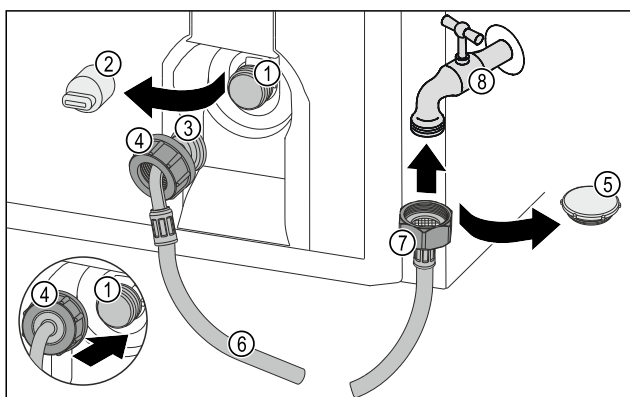

Fig. 27
- Odstranite zaporno loputo Fig. 27 (5).
- Ravni konec gibke cevi Fig. 27 (7) priključite na pipo za vodo Fig. 27 (8).
- Matico na ravnem koncu gibke cevi Fig. 27 (7) zategnite v smeri urnega kazalca.